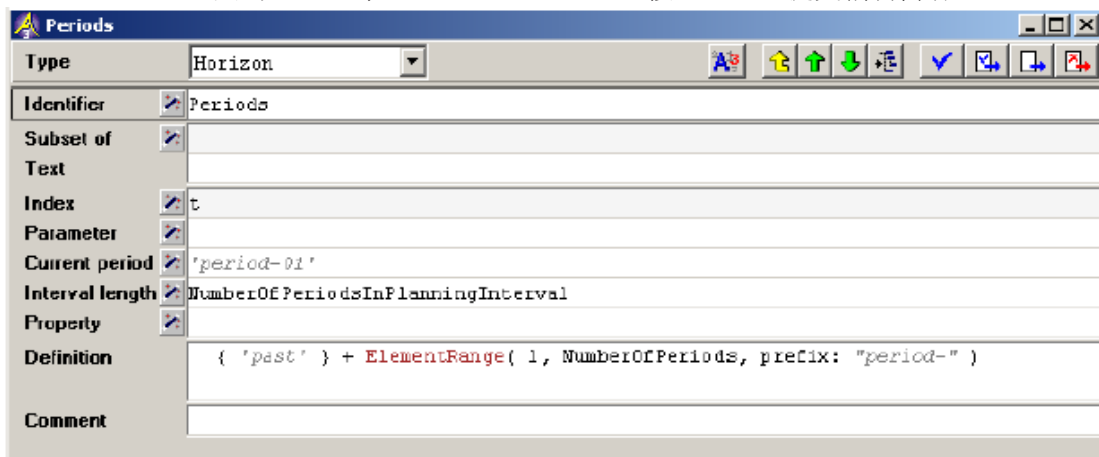

图 6.11 ‘Periods’ 的最终属性框
考虑图 6.11，完成定义的属性，您可以再次使用文件名完成功能，选择 ‘NumberOfPeriods’ 作为函数 ‘ElementRange’ 第二个自变量：
- 按图 6.11 所示输入定义